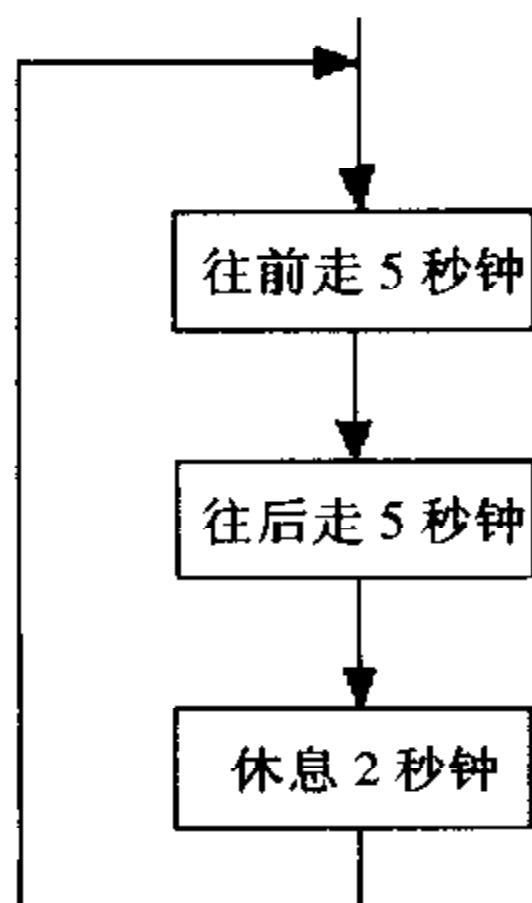

图 3.5 无限循环流程图
**【练习 1】**现在我们让机器人每走一个来回，就停下来休息 2 秒钟。流程图如图 3.5 所示，现在请你按照如图 3.5 所示的流程，修改、完善实例 1 程序。